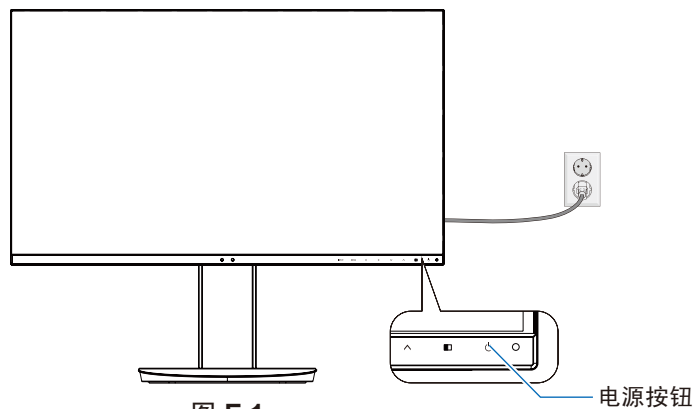

图 E.1
8. 通过触按前边框上的电源键打开显示器，然后打开计算机（图 E.1）。